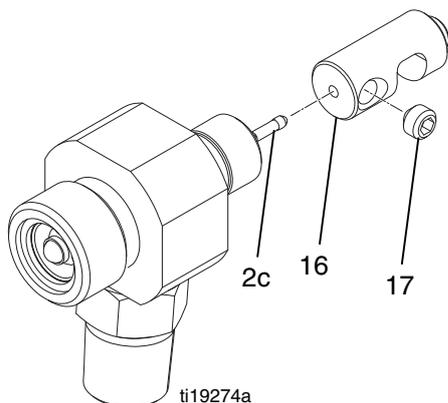

FIG. 9
6. Mentre si sostiene la guida della molla (16) per prevenire piegature dell'ago (2c), allentare le viti di regolazione (17) e rimuovere la guida della molla (16). Vedere la FIG. 9.